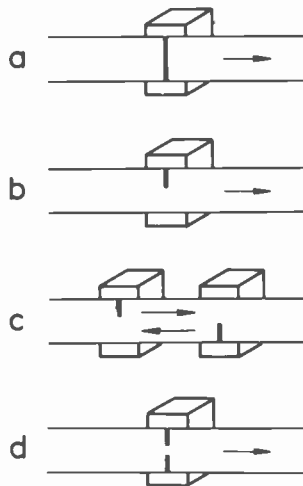

Bild 1 Die Mono-Spursysteme
Vierspurtechnik ist ein Begriff aus dem Gebiet der magnetischen Schallaufzeichnung. Wenn ein Tonbandgerät ein Vierspurgerät ist, so bedeutet dies, daß auf dem Tonband nebeneinander vier im Prinzip voneinander unabhängige Tonspuren aufgezeichnet werden. Ein Rückblick auf die vergangenen Jahre zeigt, daß die ersten Amateur-Tonbandgeräte mit Vollspur arbeiteten, d. h. eine Tonaufzeichnung beanspruchte die ganze Breite des Tonbandes (Bild 1 a). Später ging man dann zur Zweispur- oder Doppelspuraufzeichnung über (Bild 1 b). Die Magnetisierung des Tonbandes und die Wiederabtastung erfolgen bekanntlich über einen dünnen Spalt in einem Tonkopf. Aus der Zeichnung wird deutlich, daß sich bei der Doppelspurtechnik dieser Spalt nur noch über die Hälfte der Bandbreite erstrecken darf. Seit der Einführung der Doppelspurgeräte müssen Bänder mit zwei aufgezeichneten Spuren zum Abhören der zweiten Spur auf dem Gerät umgedreht werden, damit die zunächst unten liegende Bandseite nach oben kommt und ebenfalls vom Tonspalt abgetastet werden kann. Die Abtastung erfolgt jedes Mal beim Lauf des Bandes von links nach rechts, der als normaler Vorlauf bezeichnet wird. Ausnahmen machten in früheren Jahren lediglich einige Geräte der Spitzenklasse, die von Rechtslauf auf Linkslauf umgeschaltet werden konnten und für die Abtastung der zweiten Bandhälfte im Linkslauf einen zweiten Tonkopf besaßen (Bild 1 c). Der für eine solche Möglichkeit zu treibende Aufwand ist jedoch ungewöhnlich hoch. Die dadurch bedingten Mehrkosten sind an sich nicht vertretbar, wenn man dagegenhält, daß im Prinzip nur das Umlegen der Bandspulen von Hand eingespart ist. Geräte mit Rechts- und Linkslauf werden daher im Augenblick nicht gebaut und werden auch in voraussehbarer Zukunft nicht mehr am Markt erscheinen.
1) Hierbei ergibt sich im Gegensatz zum Umspielen des Bandes auf neue Spurlage keine Verschlechterung der Wiedergabequalität. Tonbandgeräte mit alter Spurlage (Kopfspalt unten) wurden bis Ende 1954 gebaut. Teil d von Bild 1 sowie die Abbildungsunterschriften und diese Anmerkung wurden von uns hinzugefügt, um die Übersicht zu vervollständigen.